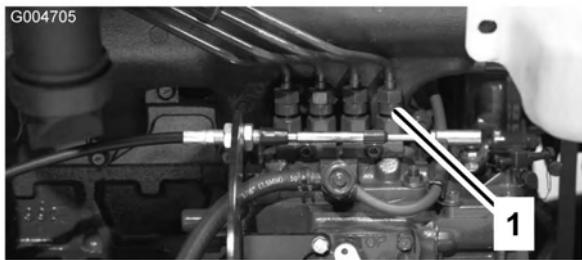

Figura 52
1. Desaperte a tubagem ligada ao bocal do injector número 1 e à estrutura de suporte da bomba de injeção (Figura 52).